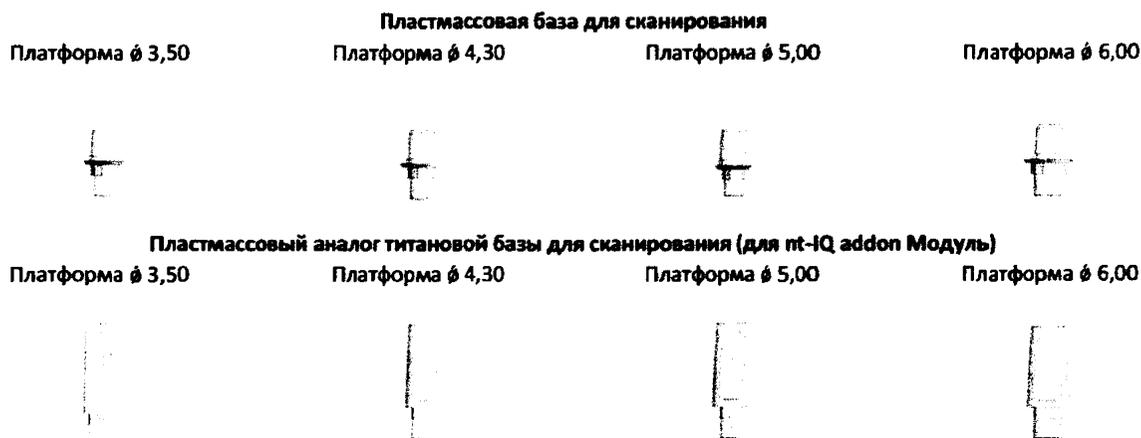

Рисунок 3. Пластмассовые базы и пластмассовый аналог титановой базы
- циркониевый абатмент моделируется на специальной компьютерной программе (например: 3 SHAPE Abament Designer), при этом для сканирования используются *пластмассовые базы* (различного диаметра платформы) или *пластмассовый аналог титановой базы* (различного диаметра платформы) (см. рис. 3).